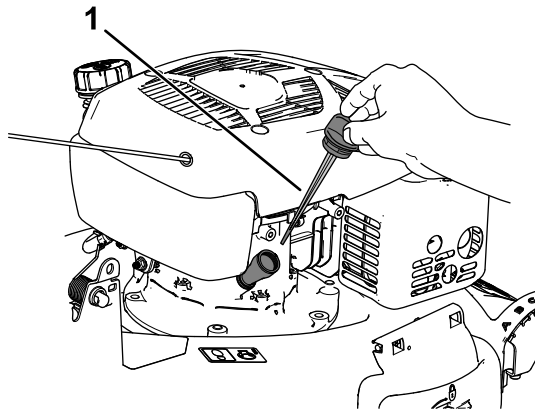

Figure 40
3. Tournez le bouchon dans le sens antihoraire et sortez la jauge (Figure 40).